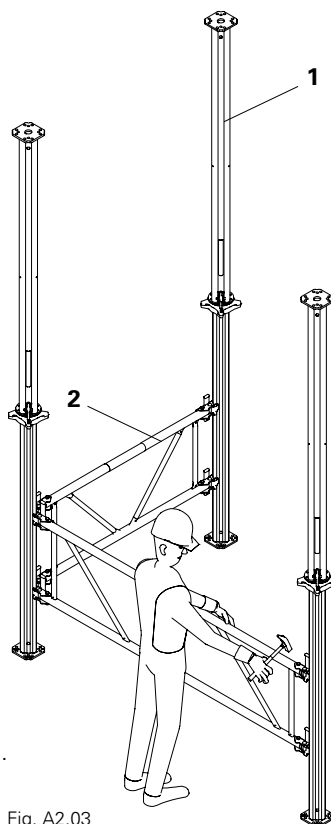

Fig. A2.03
Montez toujours les cadres MRK (2) sur les étais (1) de manière à ce que la coin puisse être frappée en position avec le marteau de haut en bas (Fig. A2.03). Si nécessaire, utiliser le trépied comme d'aide au montage.